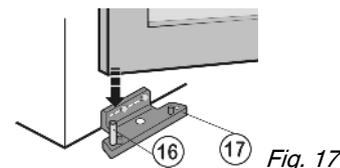

Fig. 17
► Appoggiare la porta in basso sul perno di supporto Fig. 17 (16).